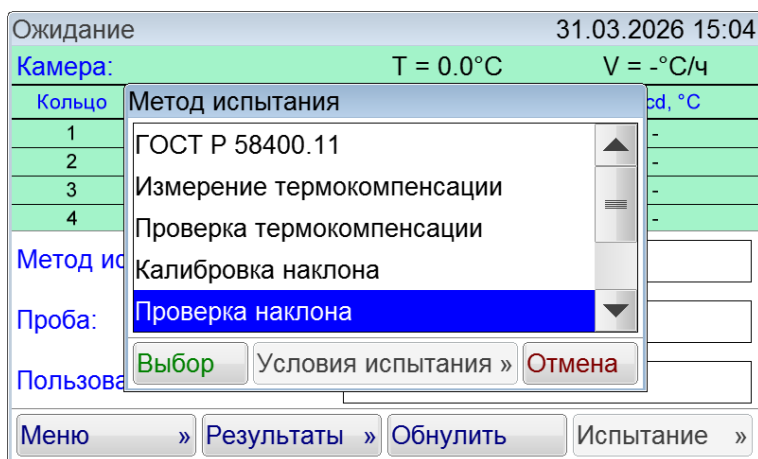

Рисунок 53 – Окно «Метод испытания»
- 4) Выбрать метод испытания «Проверка наклона» и нажать кнопку [Выбор] (см. рисунок 53).